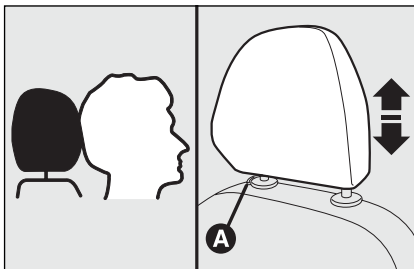

fig. 30
- omlaag verplaatsen: druk op de knop **A**-fig. 30 en duw de hoofdsteun omlaag.